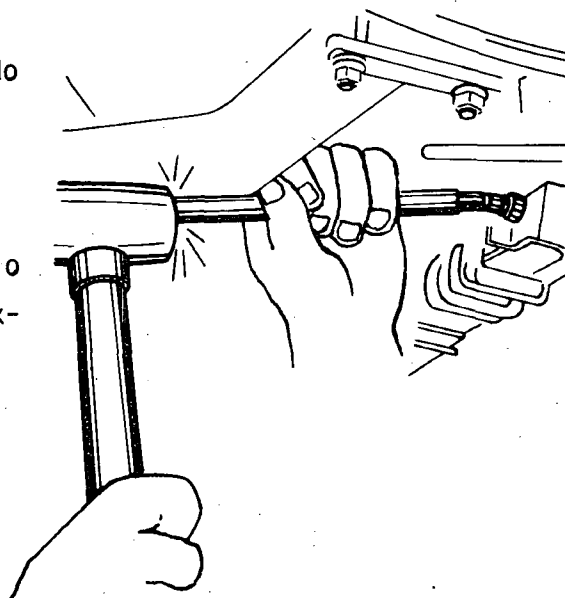

Fig. 5
- g Retire a porca e o pino do feixe de molas (fig. 5).